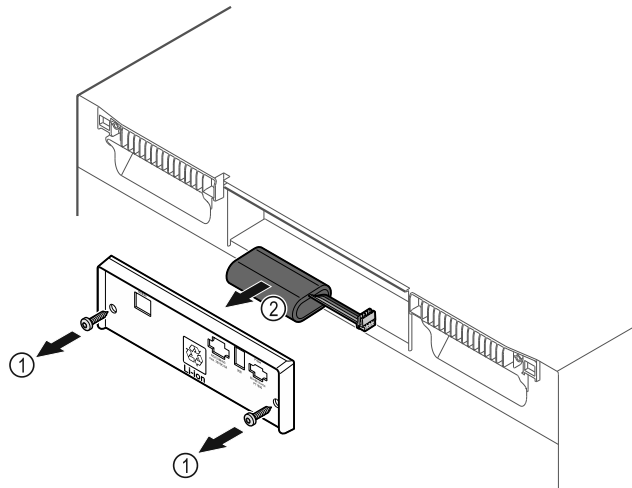

Fig. 204
- ▶ Schrauben herausdrehen und Abdeckung auf der Rückseite des Gerätes entfernen Fig. 204 (1).
- ▶ Batterie abstecken und herausnehmen Fig. 204 (2).